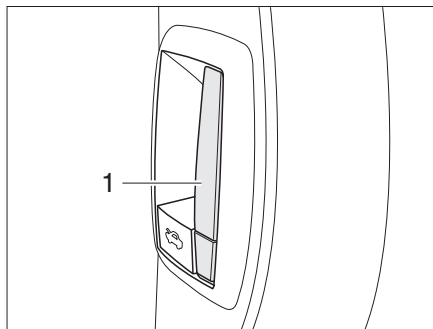

Fig. 24 Bouton de déverrouillage intérieur du capot moteur
- Tirer le levier (Fig. 24,1) du tableau de bord côté conducteur. Le capot moteur s'ouvre jusqu'en butée du crochet de sécurité.